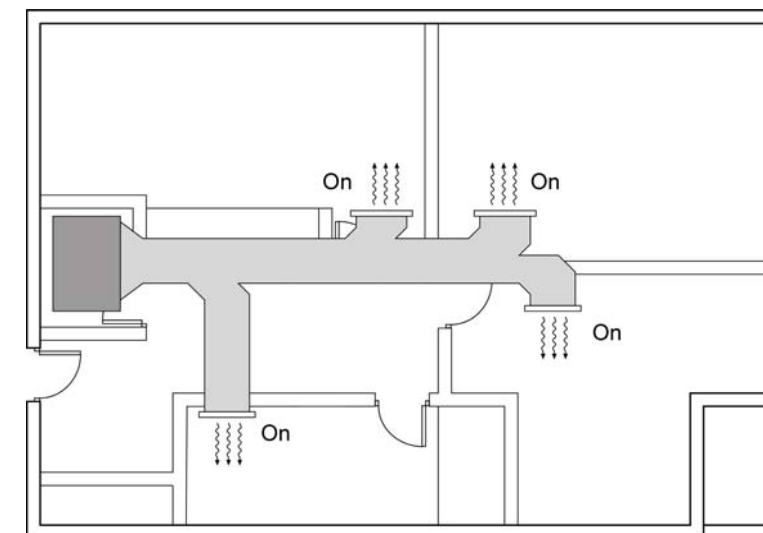

Fig. 7
- 2) Con todas las Zonas en Demanda (abiertas), mida la velocidad de impulsión del aire en todas las salidas y compruebe que está entre 2'0 m/s y 4'2 m/s (Ver Fig. 7).
- 2) With every zone under demand (open), measure the outlet air speed checking that is within range from 2'0 m/s and 4'2 m/s (See Fig. 7).
- 2) Mettre toutes les zones en demande (ouvertes), mesurer la vitesse de soufflage de l'air au niveau de toutes les bouches et vérifier qu'elle soit comprise entre 2,0 et 4,2 m/s (voir Fig. 7).
- 2) Con tutte le zone in regime di domanda (aperte), misurare la velocità dell'aria in uscita da tutti i terminali e verificare che sia compresa o il più vicino possibile compresa tra i 2,0 e i 4,2 m/s (Vedere Fig. 7).